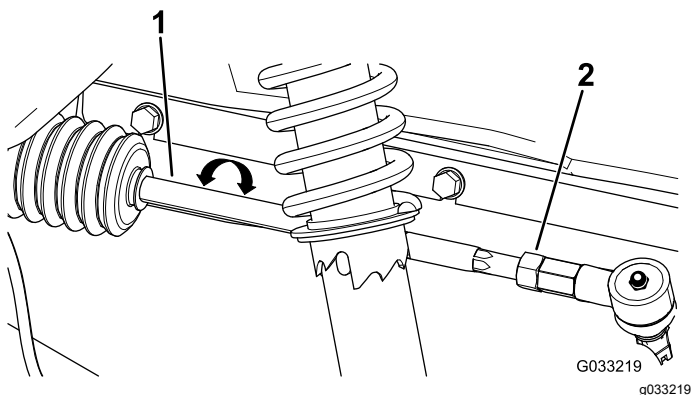

Figura 50
2. Si la distancia no es de entre 0 y 6 mm, afloje las contratuercas en el extremo exterior de las bielas (**Figura 50**).